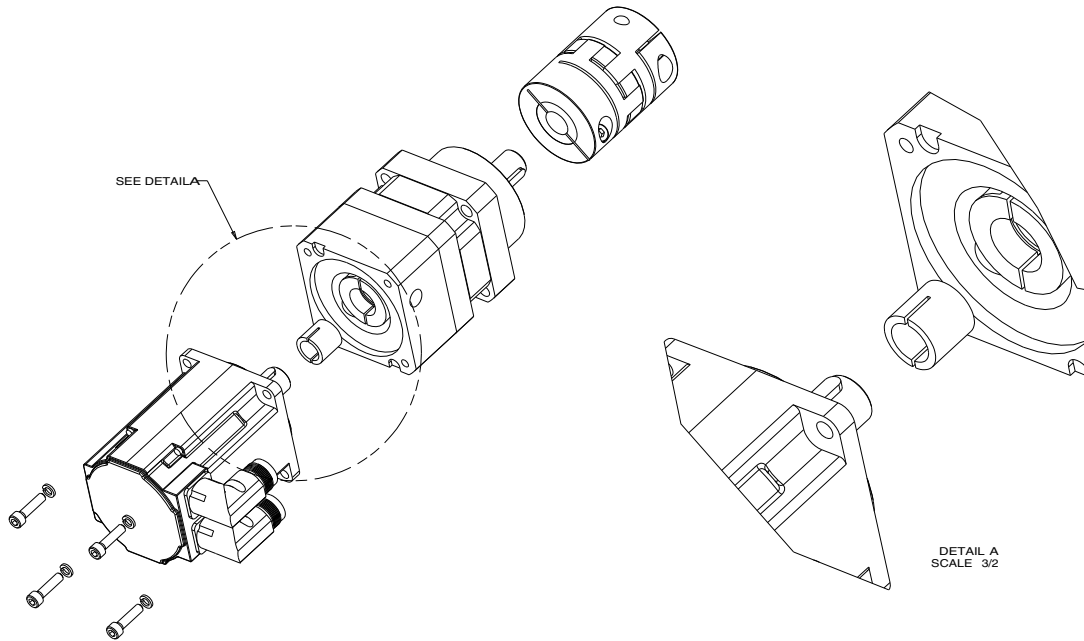

图 19
2. 将齿轮头衬套滑入驱动器接头，对齐驱动器接头和衬套的槽。请参见图 19。